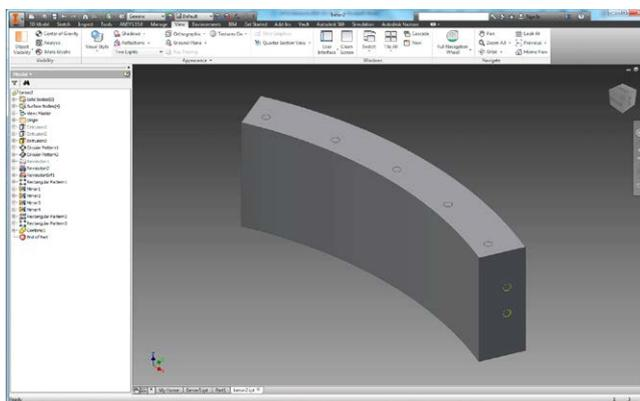

Рис. 8. Исходный вариант части исследуемой конструкции в Inventor
7. Таким образом, основная геометрическая модель для базового расчета стала выглядеть следующим образом (рис. 8). Это твердотельная объемная геометрическая модель оболочки (вернее ее части) с пустотами под канаты. Канаты также выполнены в виде объемных элементов. Каналообразователи, как было указано ранее, выполнены в виде поверхностей.